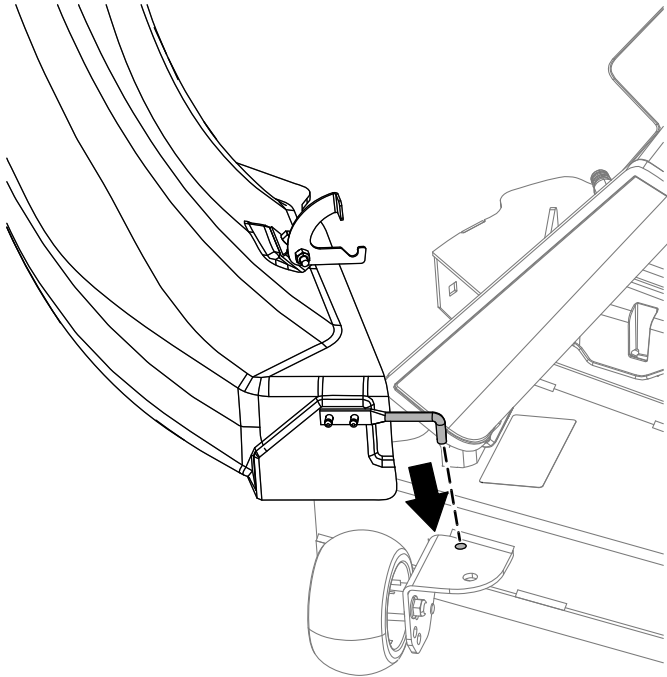

図 16
1. 図 16 のように、シュートを傾けてデッキの穴にピンを挿入する。